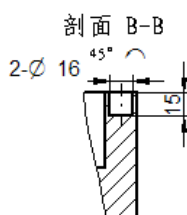

图 10.3.33 标注剖视图尺寸 2
(2) 单击“智能尺寸”命令条中的“前缀”按钮, 单击 **清除(C)** 按钮, 然后 **前缀(P)** 下面的文本框中输入“2-”, 单击  按钮, 添加直径符号, 标注图 10.3.33 所示的直径尺寸。